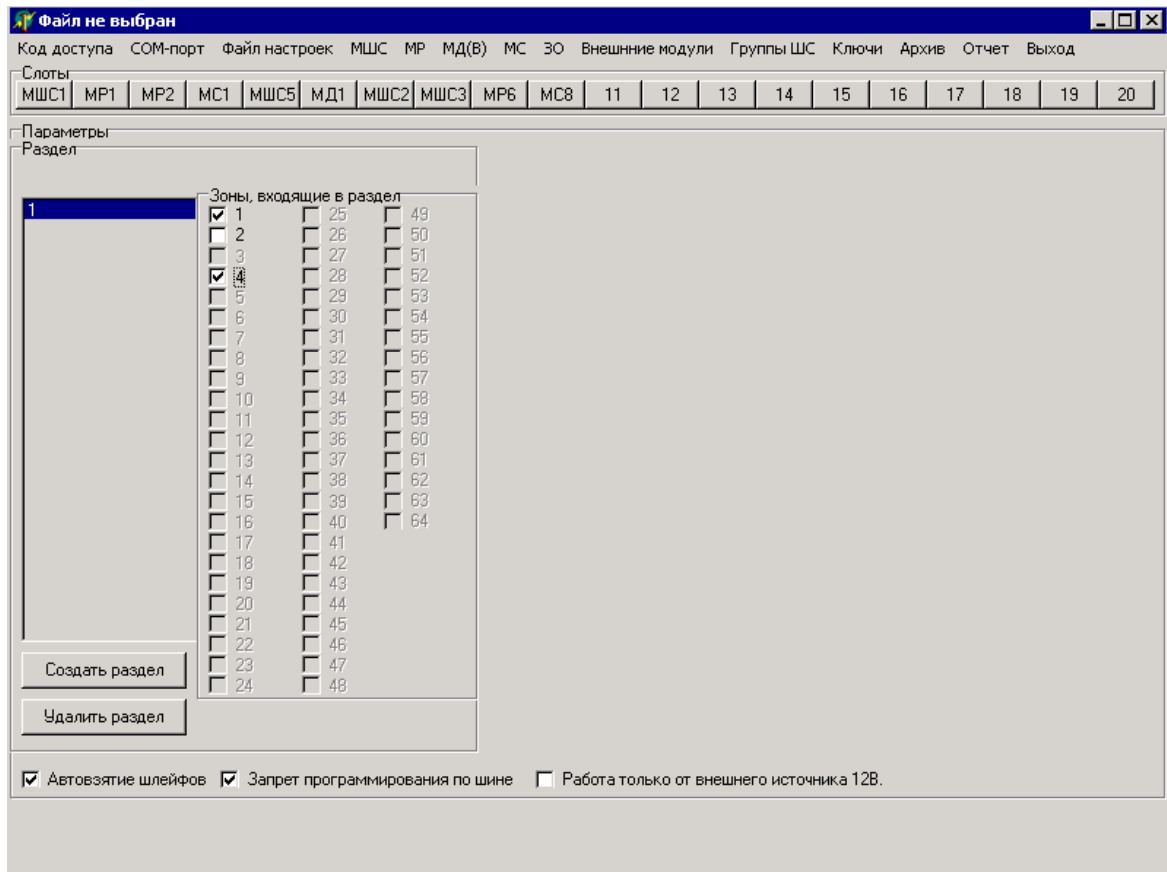

Рис. 17
2.1.5.6 При нажатии командной кнопки «Создать раздел» в конце списка разделов появляется новый раздел (первоначально пустой) с автоматически сформированным порядковым номером. В списке «Зоны, входящие в раздел» необходимо отметить значком «v» те зоны, которые входят в текущий (создаваемый) раздел (рисунок 17). Одна и та же зона может быть включена в состав любого количества создаваемых разделов.